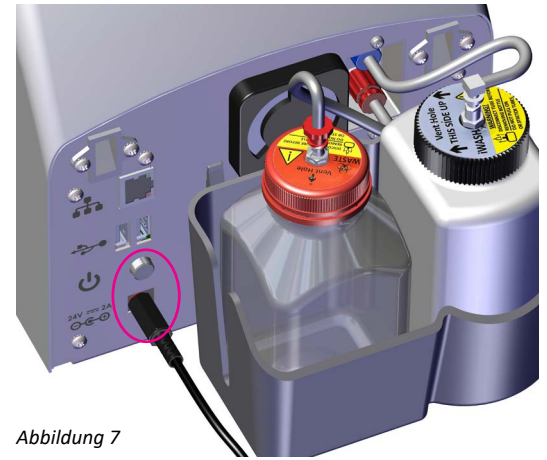

Abbildung 7
1. Verbinden Sie das Netzkabel mit dem Netzteil (Abbildung 7).
1. Um das Gerät einzuschalten, drücken Sie den An-/Aus-Schalter auf der Rückseite des Geräts (Abbildung 7).